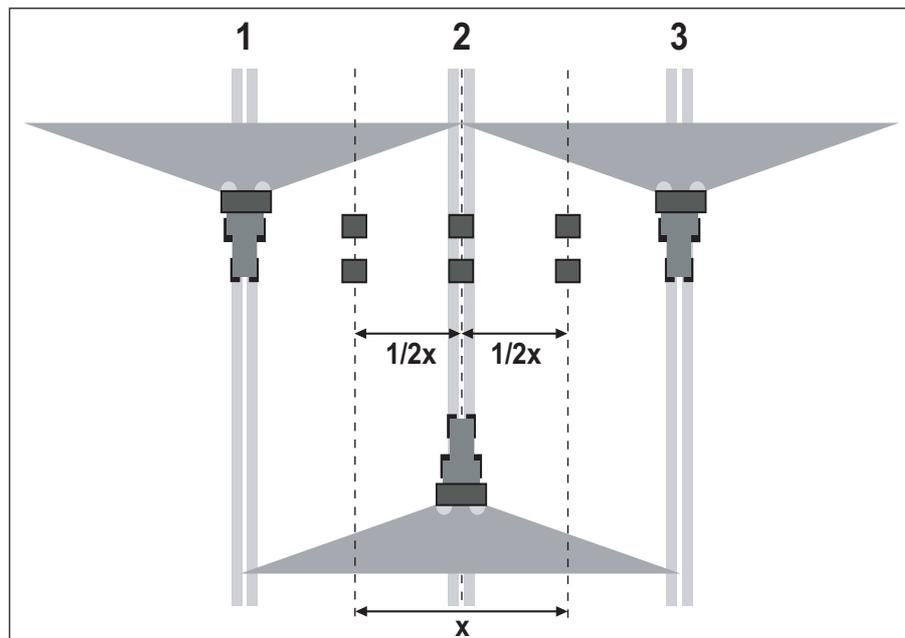

Figura 8.14: Disposizione per tre traversate
- Posizionare due vaschette di raccolta alla distanza di **1 m** in ciascuna zona di sovrapposizione e nella traccia centrale (cfr. figura 8.14).